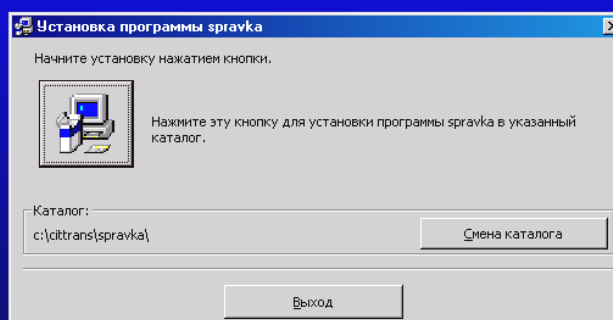

Рисунок 3.1. Установка программы справка.
2. По умолчанию будет предложено установить справочную систему C:\cittrans\spravka\spravka.exe, для изменения адреса установки нажмите кнопку «смена каталога» (рис.3.1).